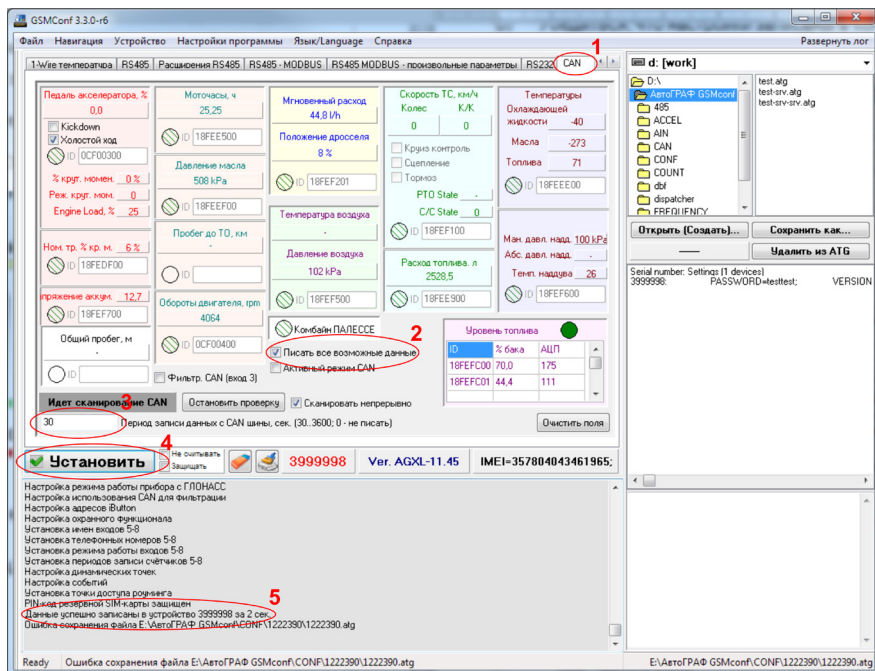

Рис.5. Конфигурация шины CAN.
1. Запустить программу GSMConf версии 3.1.3-r3 и выше, затем перейти на вкладку «CAN» (рис.5, п.1).
2. Установить галочку «Писать все возможные данные» (рис.5, п.2).
3. Задать период записи данных в контроллер (рис.5, п.3).
4. Записать настройки в контроллер, нажав кнопку «Установить» (рис.5, п.4).
5. Убедиться, что настройки записаны в контроллер – в окне состояния появится сообщение «Данные успешно записаны...» (рис.5, п.5).